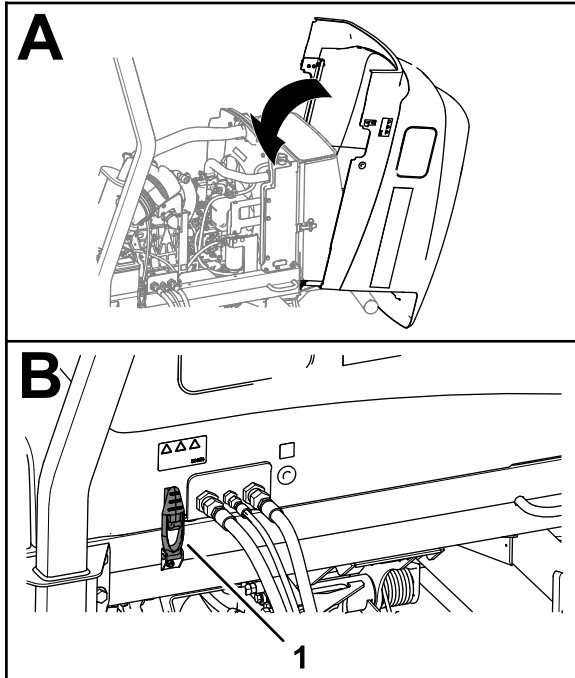

Figura 101
1. Gire cuidadosamente el capó para cerrarlo (Figura 101).